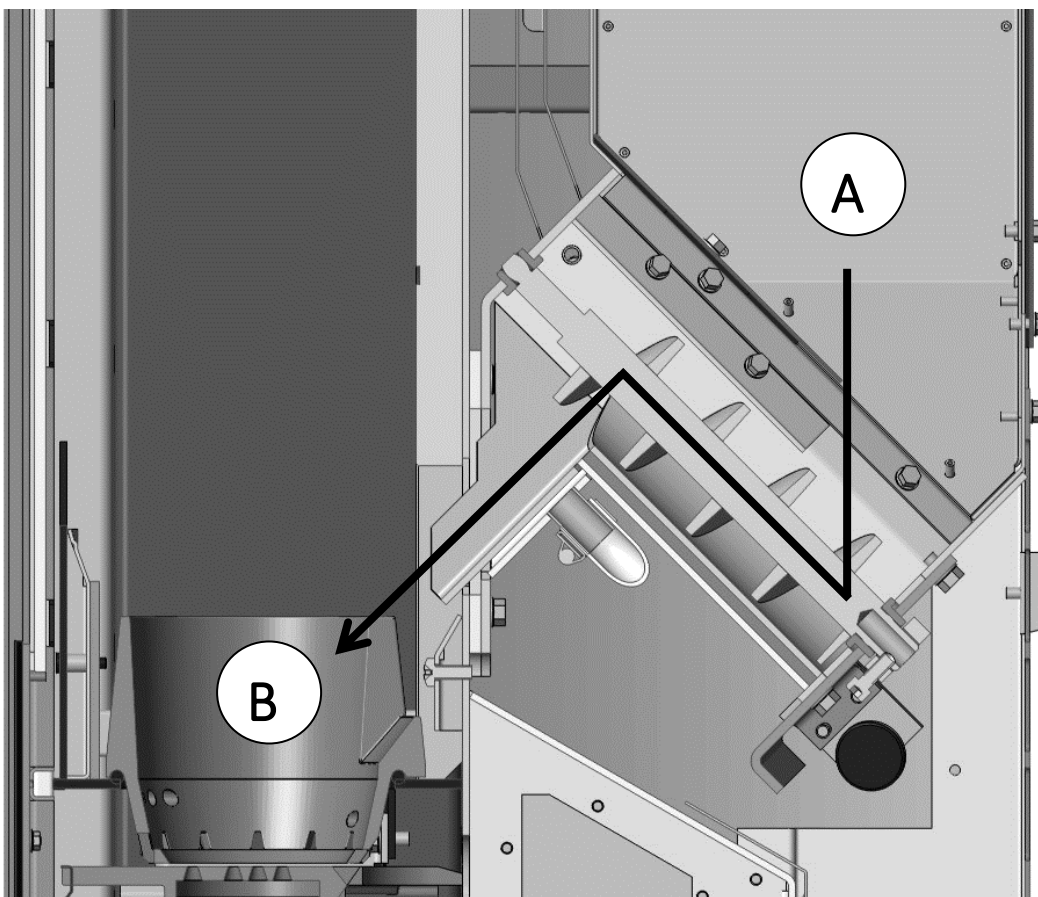

Fig. 38 : transport des pellets dans le PO 03
Lors du premier remplissage avec des pellets (Fig. 38) ou en cas de course à vide de la vis sans fin, il faut, dans un premier temps, que la vis sans fin transporte les pellets de sorte à leur permettre de tomber dans le pot brûleur (B). Dans ce cas, le processus de démarrage / l'allumage peut échouer, les pellets tombant trop tard dans le pot brûleur. Afin d'éviter cela, procédez conformément à la description ci-dessous. Ce processus dure environ 3 à 4 minutes et doit également être réitéré à chaque fois que le réservoir à pellets (A) est entièrement vide.